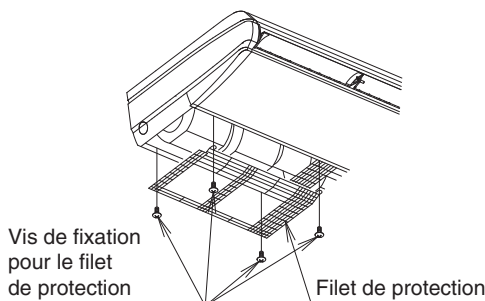
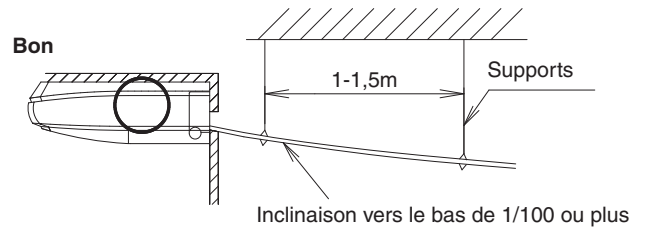
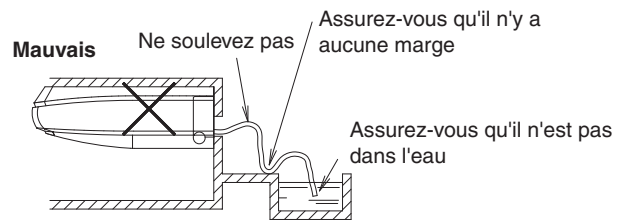

Fig. 22
Fig. 23
Fig. 24
- Lors de la direction de la tuyauterie d'évacuation du côté arrière gauche / côté gauche, retirez le filet protecteur. Puis, retirez le capuchon de la prise d'évacuation et le matériau d'isolation appliqué sur la prise d'évacuation gauche et appliquez-le sur la prise d'évacuation droite. En même temps, insérez le bouchon de la prise d'évacuation tout le long afin d'empêcher une fuite d'eau. Après avoir installé le tuyau d'évacuation (1) (accessoire), fixez le filet protecteur en inversant les étapes pour le retirer. (Reportez-vous à la Fig. 22)
- Sélectionnez le diamètre de tuyauterie égal ou supérieur à celui du tuyau d'évacuation (1) (accessoire) (tuyauterie en polychlorure de vinyle, diamètre nominal de 20 mm, diamètre externe de 26 mm).
- Installez la tuyauterie d'évacuation aussi court que possible avec une inclinaison vers le bas de 1/100 ou plus en évitant la stagnation d'air. (Reportez-vous à la Fig. 23 et Fig. 24)
- Installez les supports à une distance comprise entre 1 m et 1,5 m afin que la tuyauterie ne soit pas déviée. (Reportez-vous à la Fig. 23)